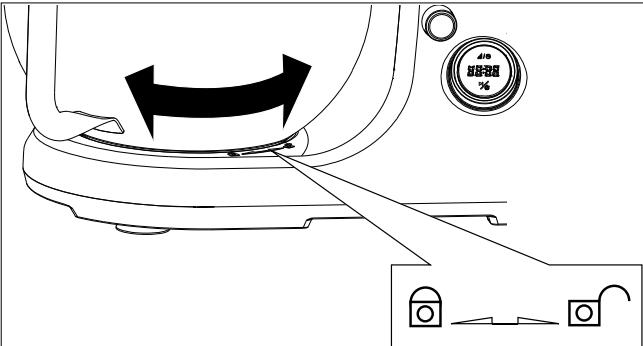

Fig. 5 – Insérer et bloquer le bol mélangeur
- ▶ Tournez le bol mélangeur jusqu'en butée dans le sens indiqué par la flèche (dans le sens des aiguilles d'une montre) jusqu'à ce qu'il s'enclenche (voir Fig. 5).